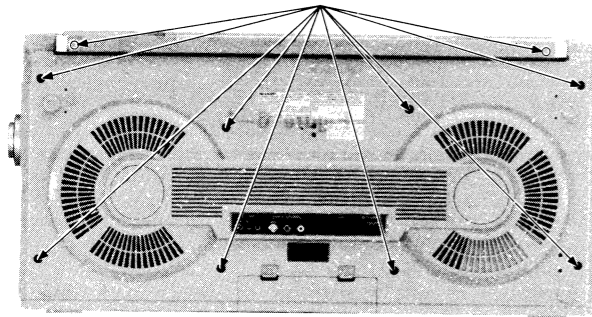

Figure 7-2
- 3) Remove ten screws from the rear cabinet. See Fig. 7-2.
- 3) Zehn Schrauben von der hinteren Gehäusehälfte entfernen. Siehe Abb. 7-2.
- 3) Enlever les dix vis du coffret arrière. Voir Fig. 7-2.